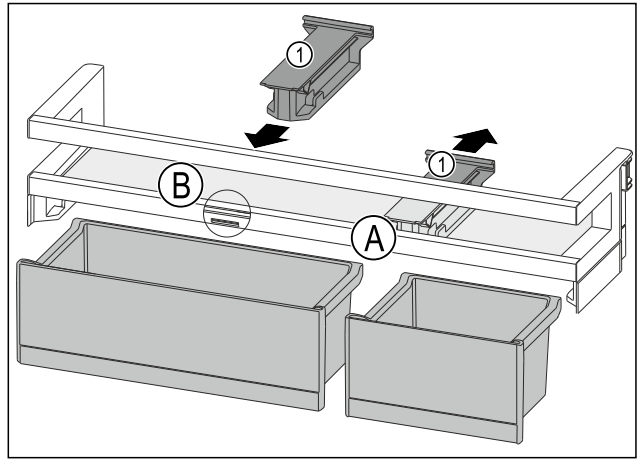

Fig. 126
- Retirer la pièce de retenue Fig. 126 (1) en position Fig. 126 (A) vers l'arrière.
- Mettre la pièce de retenue Fig. 126 (1) en position Fig. 126 (B).